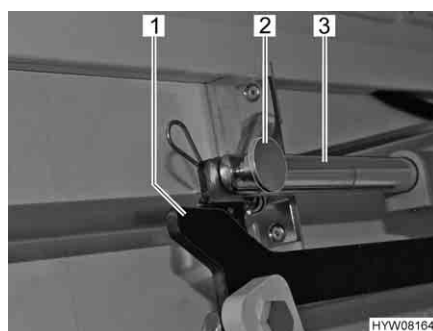

Fig. 96 Azionamento
- Rimuovere il collegamento (p. es. copiglia e bullone) (Fig. 96,2) tra la biella (Fig. 96,3) e la leva (Fig. 96,1).